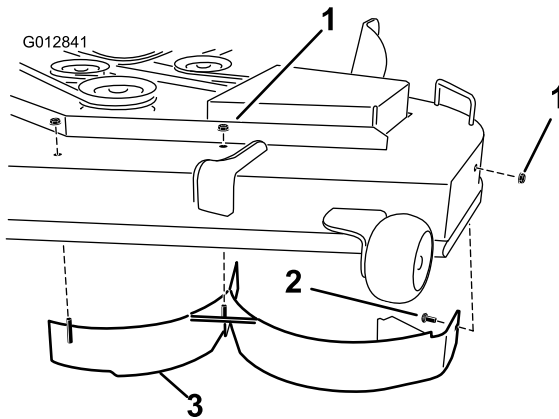

Figura 29
6. Remova as duas porcas de bloqueio (5/16 pol.) presas aos postes soldados do abafador esquerdo na parte superior da plataforma do cortador nas posições central e esquerda (**Figura 29**). Remova o parafuso de carroçaria e porca de bloqueio na parede lateral da plataforma do cortador que prende o abafador esquerdo à plataforma.
7. Remova o abafador esquerdo da plataforma de corte como se mostra na **Figura 29**.